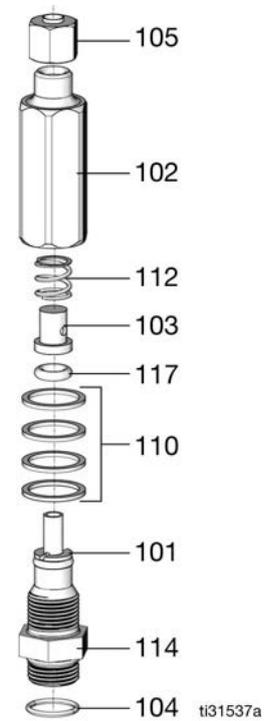

FIG. 43
Les injecteurs distribuent une dose précise de graisse sur chaque point de graissage du système. Si un pistolet ne fournit pas la dose correcte de lubrifiant en un point spécifique du véhicule ou si un injecteur de rechange de la bonne taille n'est pas disponible, il est possible de placer des rondelles entretoises de sortie (110) permettant de régler le volume de sortie du pistolet (Fig. 43, page 56).
3. utiliser une clé à molette de 5/8 po pour desserrer et retirer le corps de l'injecteur (102) de l'ensemble vanne (114). Veiller à bien placer et à ne pas endommager le ressort (112), le capuchon de retenue (103) et le joint torique (117) (FIG. 43, page 56).
- Ajouter des entretoises (110) pour augmenter le volume de sortie.
- Retirer des entretoises (110) pour diminuer le volume de sortie.
5. Remonter l'ensemble vanne injecteur. Veiller à remettre en place dans le bon ordre toutes les pièces qui ont été retirées au moment du démontage comme illustré à la FIG. 43 (page 56). Utiliser une clé de 5/8 po pour serrer en appliquant que la force nécessaire pour mettre les entretoises de sortie en place (110). Serrer au couple de 8 pi-lb +/- 2 (10,8 +/- 2,7 N•m).
6. Monter l'injecteur (101) sur le collecteur (119/120). Glisser une clé à douille profonde sur l'injecteur et aligner par rapport aux méplats de l'écrou hex. (114) (FIG. 43, page 56). Serrer au couple de 8 pi-lb +/- 2 (10,8 +/- 2,7 N•m).